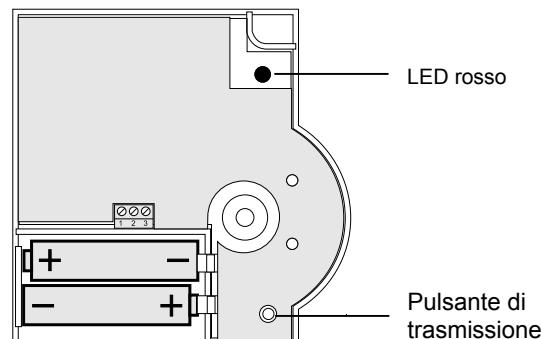

Figura 2: Polarità delle pile e del pulsante di trasmissione
- Inserire le pile mignon comprese nella fornitura con la corretta polarità (vedere Figura 2). Quando lampeggia il LED rosso sul HCW 82/HCF 82 è necessario sostituire le pile (vedere "Sostituzione delle pile", pagina 18).
- ▶ Attivare entro 4 min. il teach-in premendo sul sensore termico per ambienti il pulsante di trasmissione (vedere Figura 2, Pulsante di trasmissione).